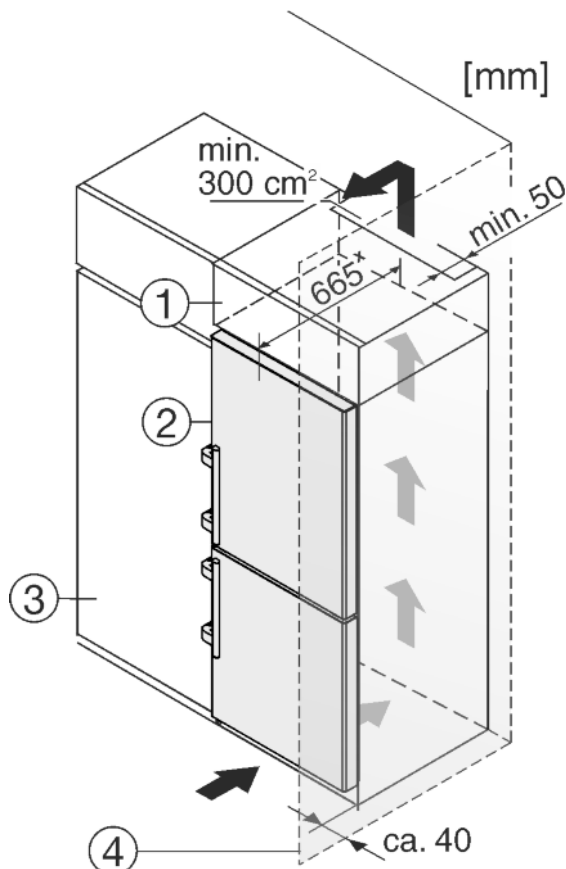

Fig. 26
Urządzenie może zostać obudowane szafkami kuchennymi. Aby dopasować urządzenie *Fig. 26 (2)* do wysokości ciągu szafek kuchennych, można nad urządzeniem umieścić odpowiednią szafkę nasadzaną *Fig. 26 (1)*.
W przypadku obudowania szafkami kuchennymi urządzenie można ustawić bezpośrednio obok szafki kuchennej *Fig. 26 (3)*. By móc całkowicie otworzyć drzwi, urządzenie musi wystawać przynajmniej 65 mm* za front szafki kuchennej. W zależności od głębokości szafek kuchennych oraz od zastosowania elementów dystansowych urządzenie może wystawać jeszcze bardziej.
Jeżeli urządzenie będzie ustawiane z zawiasami do ściany *Fig. 26 (4)*, to pomiędzy urządzeniem i ścianą należy zachować minimalny odstęp, wynoszący 40 mm. Na taką odległość wystaje klamka przy otwartych drzwiach.